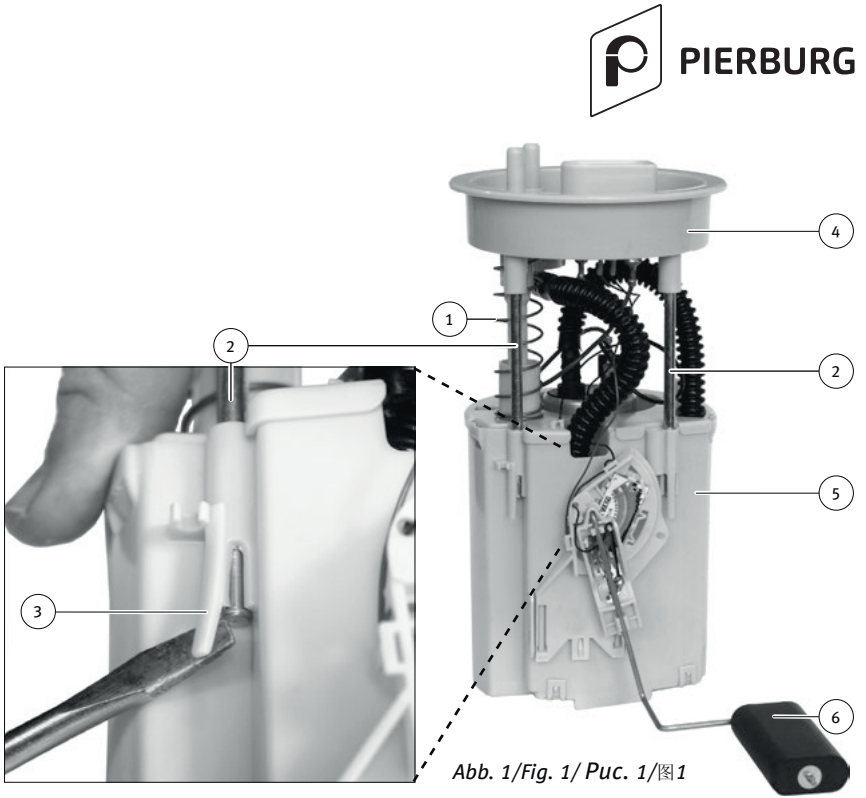

Abb. 1/Fig. 1/ Puc. 1/图1
- 输送单元由上半部分 (4) 和下半部分组成 (5)。两个部分通过导向杆 (2) 连接。燃油泵 (8) 坐落在下半部分 (5)。
- 稍微抬起止动装置 (3) 并松开导向杆 (2) (见图 1)。
- 小心将已松开的上半部分 (4) 放到一边。不要损坏电线。
- 取下弹簧 (1) 并妥善保管。
- 拔下燃油泵 (8) 的电气接点 (9)。如有，须将接点 (9) 的塑料套管 (9a) 移除。
- 从压力管接头拔下软管 (7)。此时，要尽可能少地损坏燃油软管。